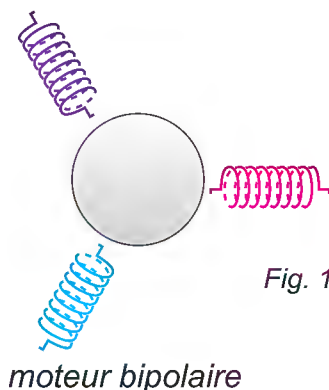

Fig. 11
- ✎ La vitesse du champ tournant est de 50 tours par seconde dans le cas où le stator est composé de trois bobines décalées de 120° entre elles (fig.11);
- ✎ La figure 11 représente le schéma d'un moteur **bipolaire** :son stator produit deux pôles quand les trois bobines sont alimentées;